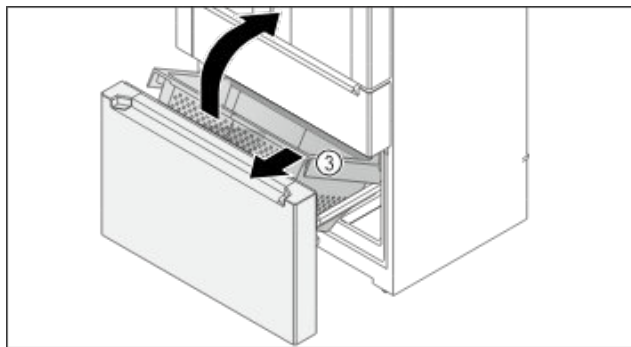

Fig. 152
- Behälter Fig. 152 (3) vorne hochheben.
- Behälter Fig. 152 (3) schräg nach vorne entnehmen.